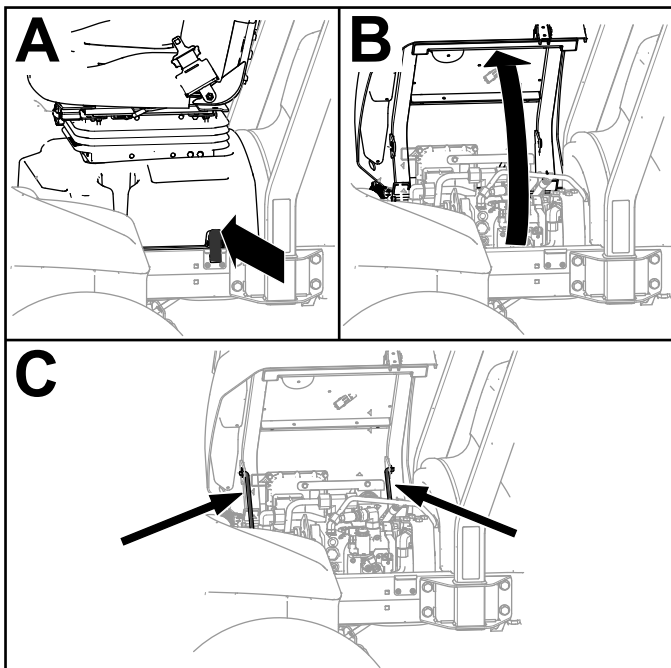

Figura 93
2. Desenganche la base del asiento, incline el asiento y la base para abrirlos, y coloque las varillas de sujeción (Figura 93).